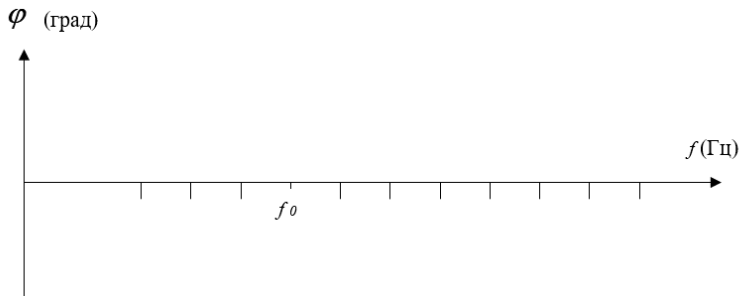

Рис. 10.2
2.5 В системі координат  $f \times \varphi$  (рис. 10.2) побудувати фазочастотну характеристику досліджуваного кола.